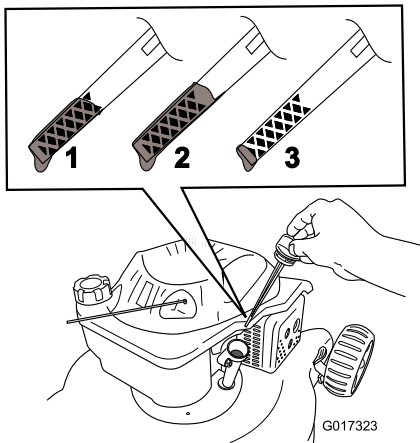

Figure 10
2. Retirez la jauge (Figure 10).
1. Retirez la jauge, essuyez-la sur un chiffon et remettez-la dans le tube de remplissage (Figure 10).
2. Ressortez la jauge et vérifiez le niveau d'huile (Figure 10). Si le niveau n'atteint pas le repère minimum (**Add**) sur la jauge, versez **lentement** suffisamment d'huile dans le tube de remplissage pour faire monter le niveau jusqu'au repère maximum (**Full**). **Ne remplissez pas excessivement.** (Niveau max. : 0,55 l, type : huile détergente SAE 30 ou SAE 10W-30, classe de service API SF, SG, SH, SJ, SL ou supérieure.)